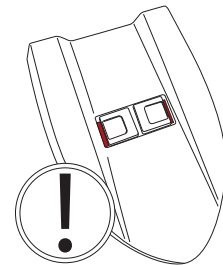

Fig.20
- Druk op het deksel totdat u de twee schuifsluitingen op de vuilwatertank voelt vastklikken; beide sluitingen moeten naar de buitenkant van het deksel toe bewegen (Fig.20).
Het deksel is goed gemonteerd wanneer de **RODE** achtergrond in de zittingen van de twee sluitingen **NIET** zichtbaar is (Fig.20).